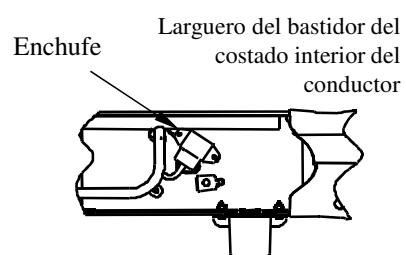
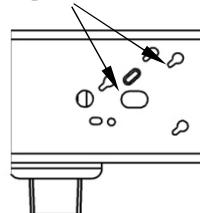

Figura 4a
Figura 4b
2. **En vehículos Pickup con controlador de freno de remolque OE:** Reubique el enchufe eléctrico que se encuentra en el interior del bastidor del costado del conductor por encima de la rueda posterior (ver Figura 4a). El enchufe se puede retirar del bastidor al aflojar los dos pernos en el exterior del bastidor y empujando las cabezas del perno a través de las ranuras del orificio de la llave como se muestra en la Figura 4b. Una el enchufe al soporte angular que se suministra con el kit de montaje. El soporte se instalará en el interior del bastidor con un perno de 5/8" en un paso de instalación posterior.